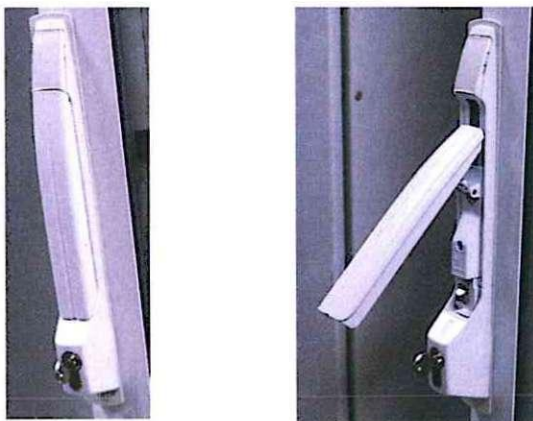

Рисунок 3. Замок на двери шкафа управляющего контроллера
7.1.2 Специальным ключом открыть дверь шкафа управляющего контроллера (Рисунок 3).
7.2.2 Специальным ключом открыть дверь шкафа управляющего контроллера (Рисунок 3).